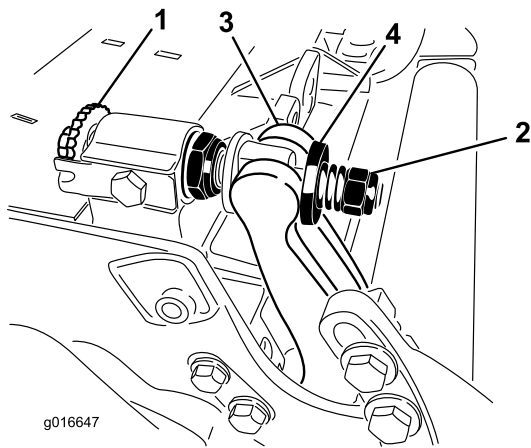

图28
1. 逆时针旋转底刀架调节螺丝，将底刀向后撤离滚刀（图28）。
- 退出弹簧加压螺母，直到垫圈不再对底刀架（图28）施压。